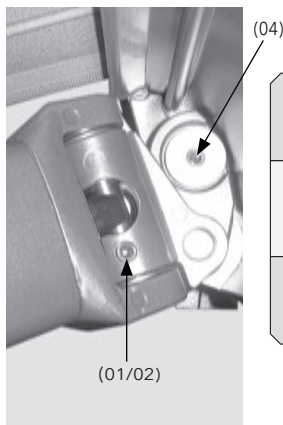

Figura 13: Soporte de los brazos articulados - Posición de las varillas roscadas
Extraiga el toldo aproximadamente 2/3 de su salida. Retire la varilla roscada (01) para el ajuste del ángulo de inclinación con ayuda de una llave Allen SW4. A través de ese orificio roscado, apriete o afloje la segunda varilla roscada (02) que se encuentra en el perno de la articulación trasera con una llave Allen SW3 hasta que los brazos queden alineados en horizontal (véase la figura 13, 14).
Para asegurar el ángulo de inclinación, apriete la varilla roscada (04) con una llave Allen SW 3 (véase la figura 13).